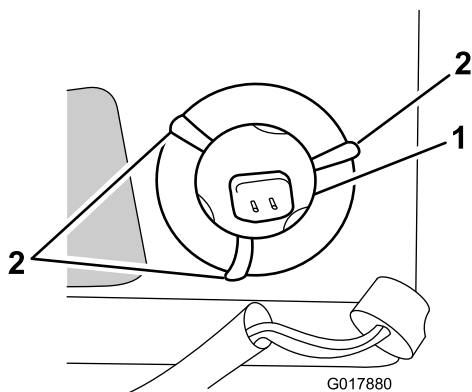

Figura 31
7. Spostate le linguette pieghevoli (che mantengono la lampada in posizione) all'interno del manicotto metallico in modo tale che non siano d'intralcio; vedere Figura 31.